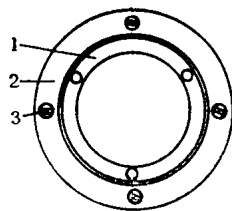

图 1-17 水平度盘轴套压圈
9) 如果要拆卸水平度盘座的压圈(图 1-15 之 5)，则必须旋去度盘变位齿盘的四个(有的八个)紧固螺钉(图 1-17 之 3)，将齿盘(图 1-17 之 2)取下，此时即可将水平度盘座压圈(图 1-17 之 1)取出。在安装齿盘时，要设法避免内面的压圈落到